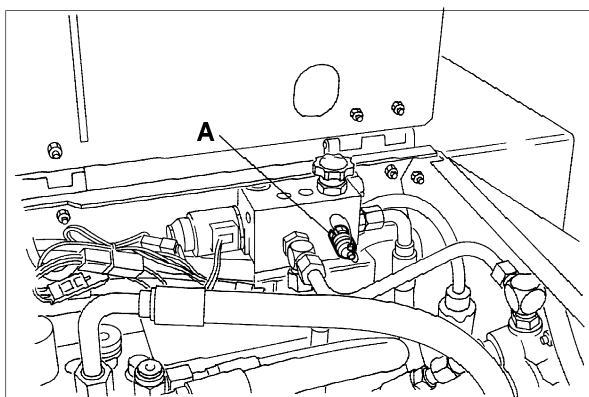

Fig.26
- A Fig.26 - Cylindertræktryk 207bar
- A Fig.26 - Cylinderns drivenhet 207 bar
- A Fig.26 - Presión de la transmisión del rodillo 207bar